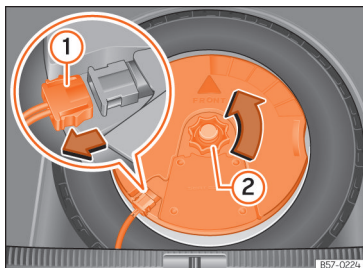

Abb. 292 Im Gepäckraum: Subwoofer ausbauen.
- Klemmen Sie das Subwoofer-Lautsprecher-Kabel ab »» **Abb. 292 ①**.
- Drehen Sie das Befestigungshandrad entgegen dem Uhrzeigersinn heraus »» **Abb. 292 ②**.